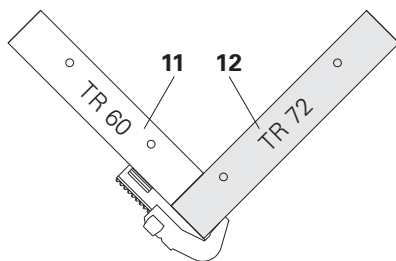

Fig. A8.04
Visto dall'esterno, l'elemento TR 72 (12) deve sempre trovarsi a destra e coprire l'elemento TR 60 (11) sul lato frontale. Montare correttamente la morsa BFD. (Fig. A8.04)